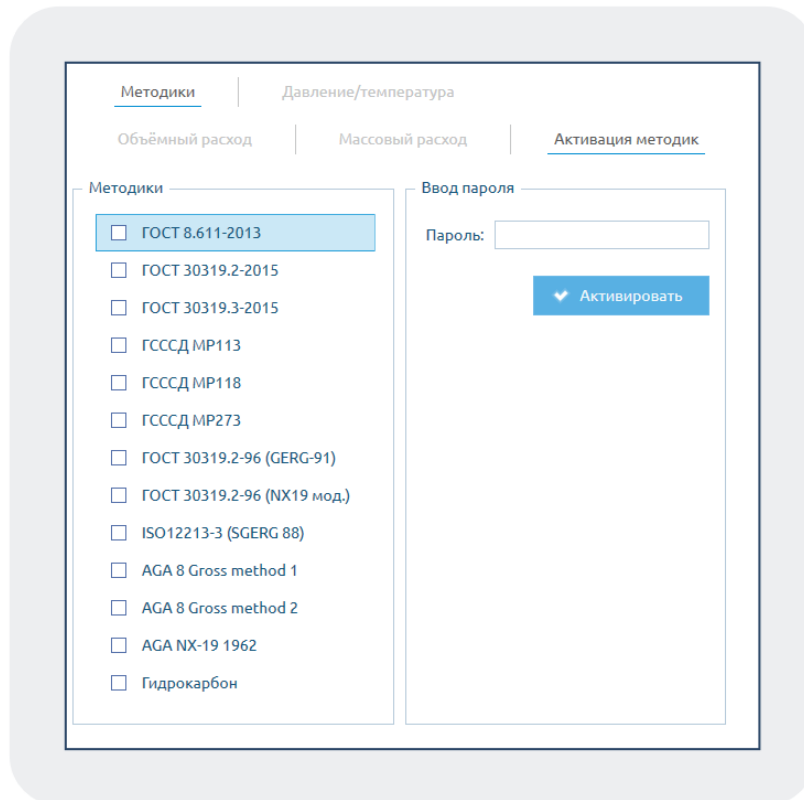

Рисунок 67 – Выбор методик вычисления
- выбрать методику вычисления расхода в стандартных условиях (рисунок 67).